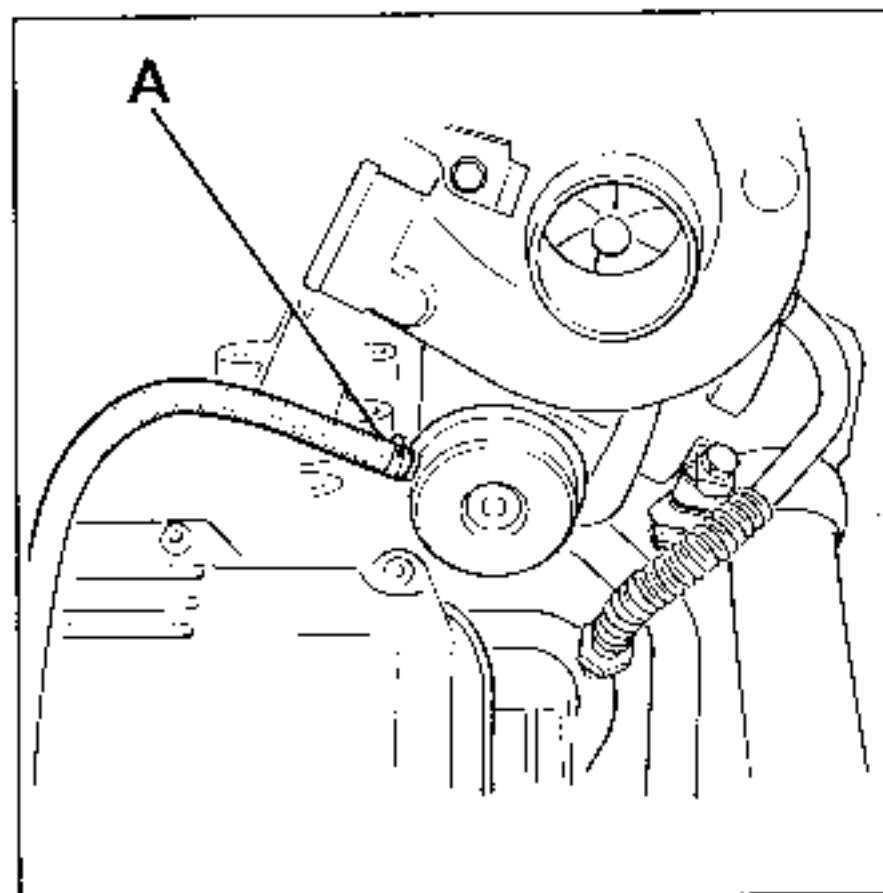

Fig.1
- Remplacement de la durit (A) (Fig.1) de régulation du turbo.
- Couper la durit (A) et la repositionner si la longueur de celle-ci le permet sans faire de courbure trop prononcée (Fig.1).